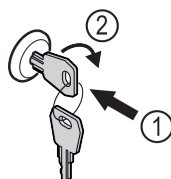

Fig. 205
- Dugja be a kulcsot. Fig. 205 (1)
- Forgassa el a kulcsot 90°-kal az óramutató járásával megegyező irányba. Fig. 205 (2)